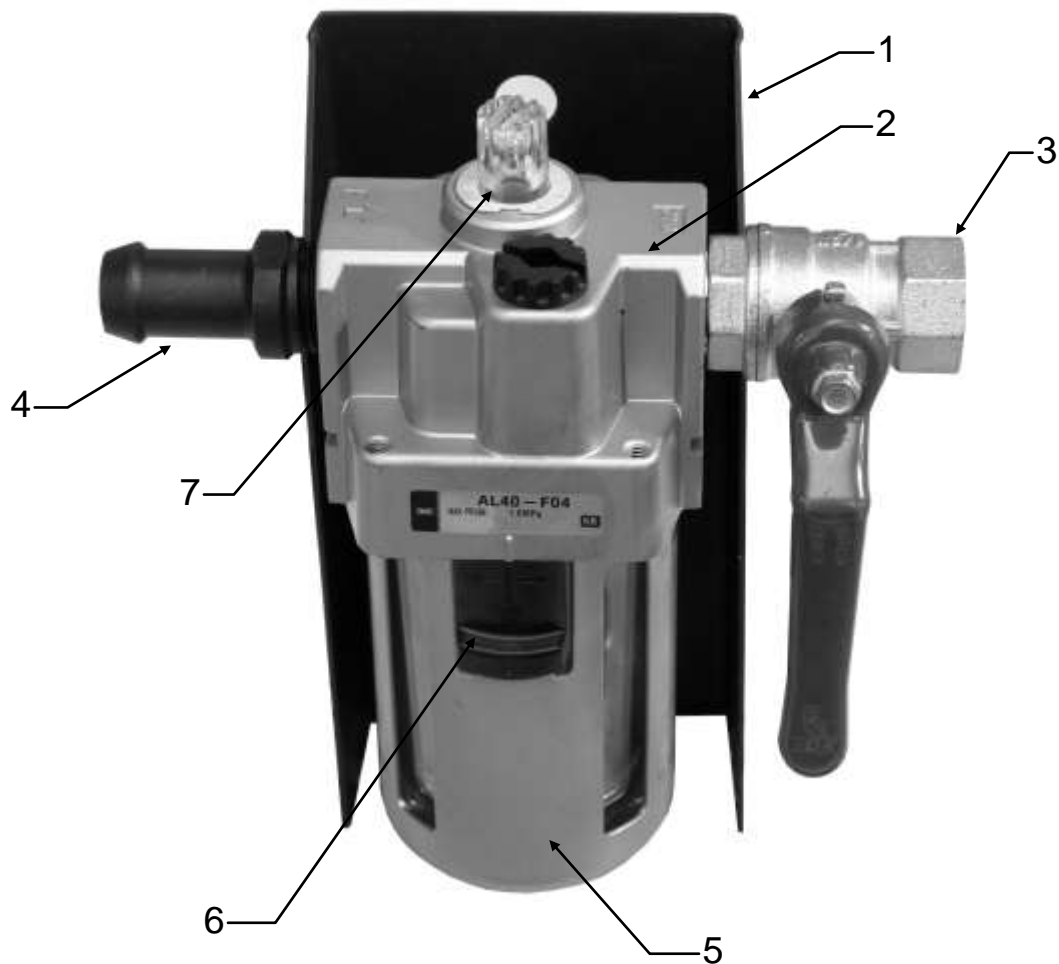

Рис. 2
Маслораспылитель (рис. 2) чертеж № СТОК51.01-00 СБ предназначен для подачи распыленного в воздухе масла в пневматический двигатель устройства.
3.1.1. Установить маслораспылитель вертикально колбой вниз в непосредственной близости от рабочего места, используя для этого отверстие в кронштейне 1 (рис. 2).
3.1.4. Отсоединить резервуар 5 (рис. 2) маслораспылителя, для чего отвести клавишу 6 до упора и, развернув резервуар на 45°, снять его вниз.
5.4. Включить пневматический двигатель поворотом рукоятки шарового крана 3 на маслораспылителе (рис. 2).
5.5 По окончании процесса очистки трубы устройство извлекается вверх за резинометаллический рукав до выхода корпуса пневматического двигателя из трубы, после чего отключается подача воздуха шаровым краном 3 (рис. 2).